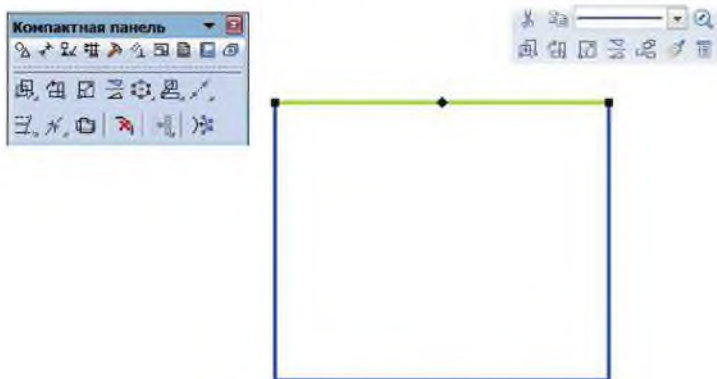

Рисунок 2.17 Выделение отрезка
1) Для того чтобы выделить отрезок (объект), следует навести курсор и щелкнуть ЛК мыши на нужном отрезке. Если отрезок выделен, то он поменяет цвет – станет зеленым (рисунок 2.17).